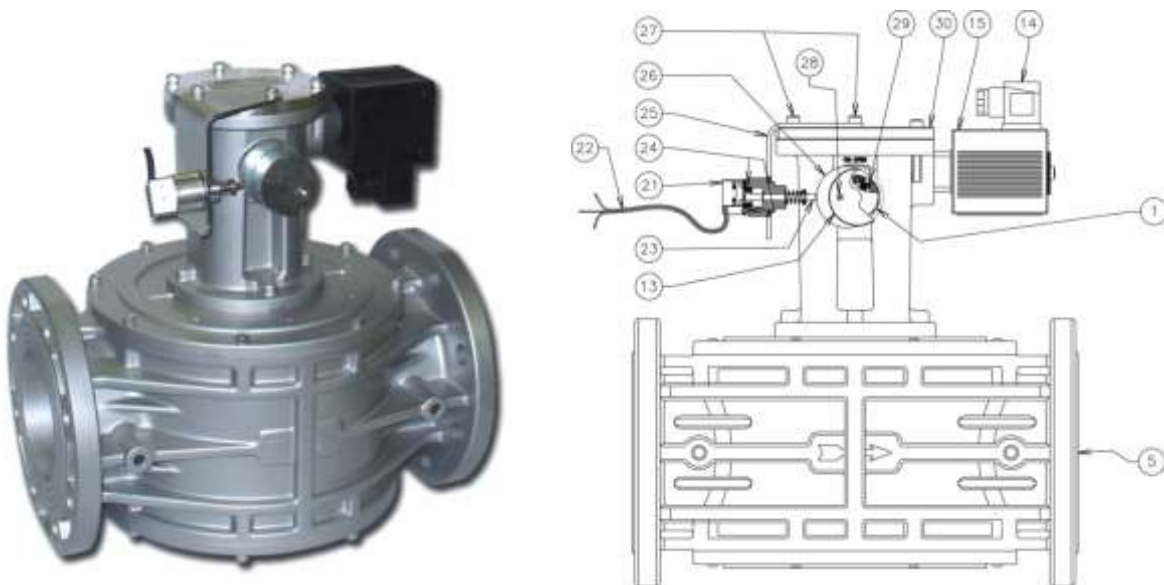

Рис. 7
Если индикаторный переключатель поставляется в комплекте запасных частей, его установка на уже установленный электромагнитный клапан (DN 65 - DN 300) производится в следующем порядке (см. рис. 7)
1. Отвинтите шпильку (29) которая обеспечивает фиксацию рукоятки взвода (1) и извлеките рукоятку.
2. Вставьте эксцентриковое металлическое кольцо (26) и рукоятку взвода (1), поставляемые в комплекте, затем зафиксируйте их с помощью шпильки фиксации (29).
3. Отвинтите два винта (27) с крышки цилиндра (30).
4. Установите кронштейн индикатора (25) на крышку цилиндра (30), как показано на рис. 7, при помощи двух винтов.
5. Для регулировки индикатора (21), установите эксцентриковое металлическое кольцо (26) так, чтобы при закрытом электромагнитном клапане штифт индикатора (23) был нажат.
6. Зафиксируйте в этом положении индикатор (21) используя шпильки крепления индикатора (24).
Клапан (Рис. 7) состоит из: рукоятка взвода (1), корпус клапана (5), колпачок рукоятки взвода (13), электрический коннектор (14), соленоид (15), индикатор положения (21), соединительный кабель (22), штифт индикатора положения (23), шпильки крепления индикатора положения (24), кронштейн для индикатора положения (25), эксцентриковое металлическое кольцо (26), винты фиксации кронштейна для индикатора положения (27), винт фиксации колпачка рычага взвода (28), шпилька фиксации рукоятки взвода (29), крышка цилиндра(30).